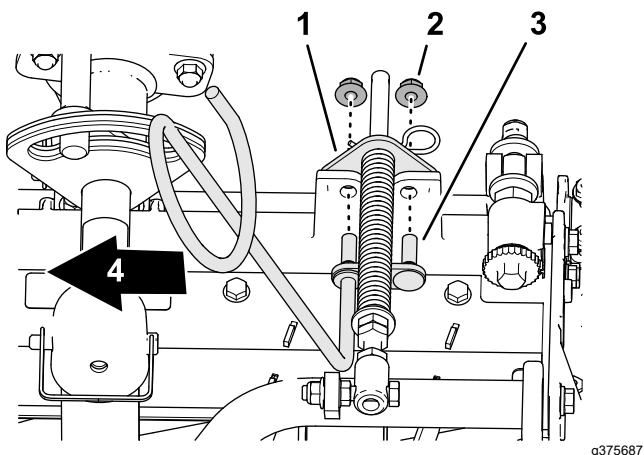

図 10
5. 左側ホースガイドのスタッドを、カッティングユニットのフレームの穴とターフ補正器の穴に合わせ取り付ける 図 10。